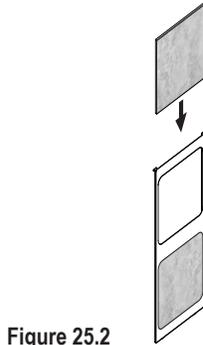
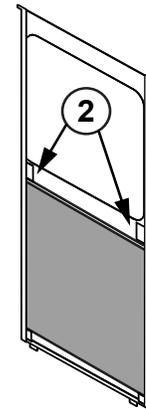

Figure 25.2
Figure 25.5
3. Empilez les tuiles incombustibles dans le cadre, comme il est indiqué à la **Figure 25.2** en insérant la première tuile, pliez les languettes sur le côté arrière **Figure 25.5**, puis glissez la dernière tuile, de telle sorte qu'elle repose sur les languettes.